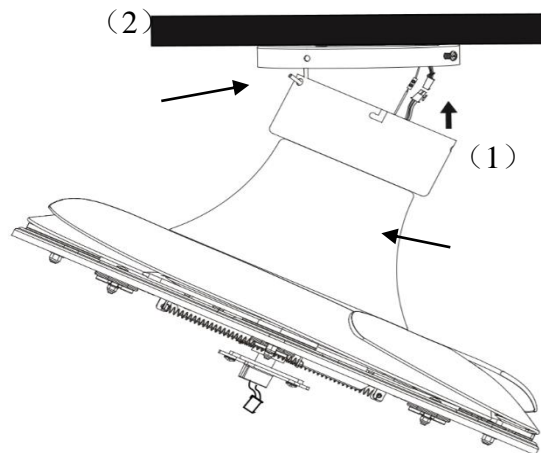

Abb. 3
- Heben Sie den kompletten Ventilator (1) hoch und halten Sie ihn an die Halterung. Hängen Sie den kompletten Ventilator an den J-Haken (2) der Halterung. (Abb. 3).